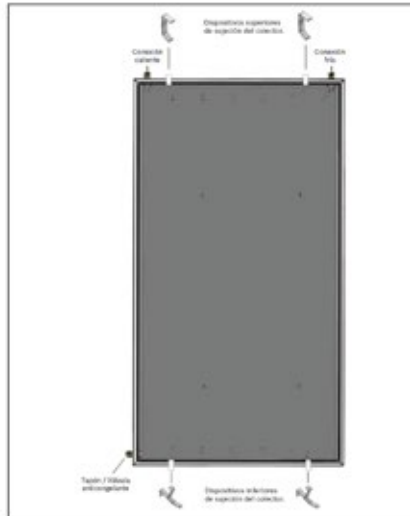

Fig. 6 Vista superior del colector
- Fijar la válvula en lugar del tapón obturador ( Fig. 6, [4])